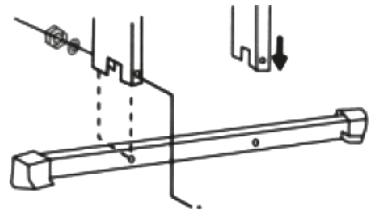

Fig. 7 – Montaje de los pies
- Coloque la barra estabilizadora en los extremos laterales (fig. 7).